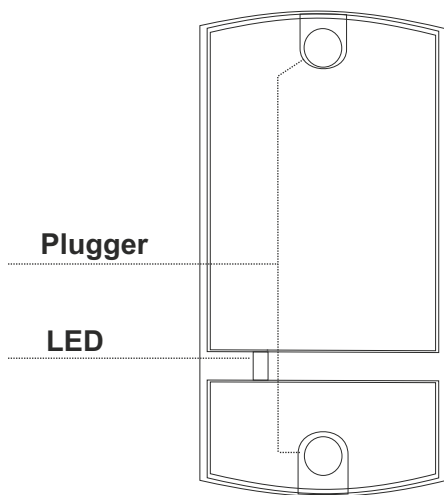

Fig. 2
5. Lukk åpningene på leserdekselet med plugger (fig. 2).